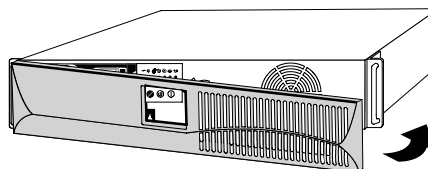

Figure 3. Réinstallation du Panneau Avant
4. Réinstallez le panneau avant de l'onduleur (voir Figure 3).